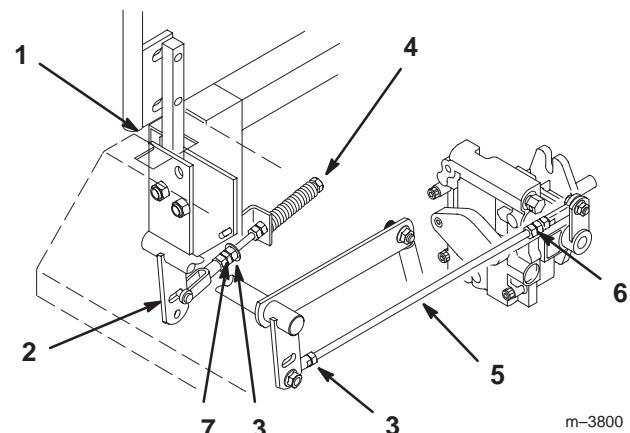

Figure 43
3. Vérifiez la position du levier par rapport au cran de la console ; il doit être centré de façon à pouvoir pivoter vers l'extérieur jusqu'à la position de verrouillage du point mort (Fig. 43).
2. Commencez par le levier de commande gauche ou droit. Placez le levier au point mort (sans le verrouiller), puis tirez-le en arrière jusqu'à ce que l'axe de chape (situé sur le bras au-dessous de l'axe de pivot) touche l'extrémité de la fente (c.-à-d. commence juste à appuyer sur le ressort) (Fig. 43).
4. Desserrez le contre-écrou sur la rotule de la tige de commande de la pompe (Fig. 43).
6. Réglez la longueur de la tige de pompe en tournant les doubles écrous dans le sens voulu, jusqu'à ce que la roue soit immobilisée ou tourne légèrement en marche arrière (Fig. 43).